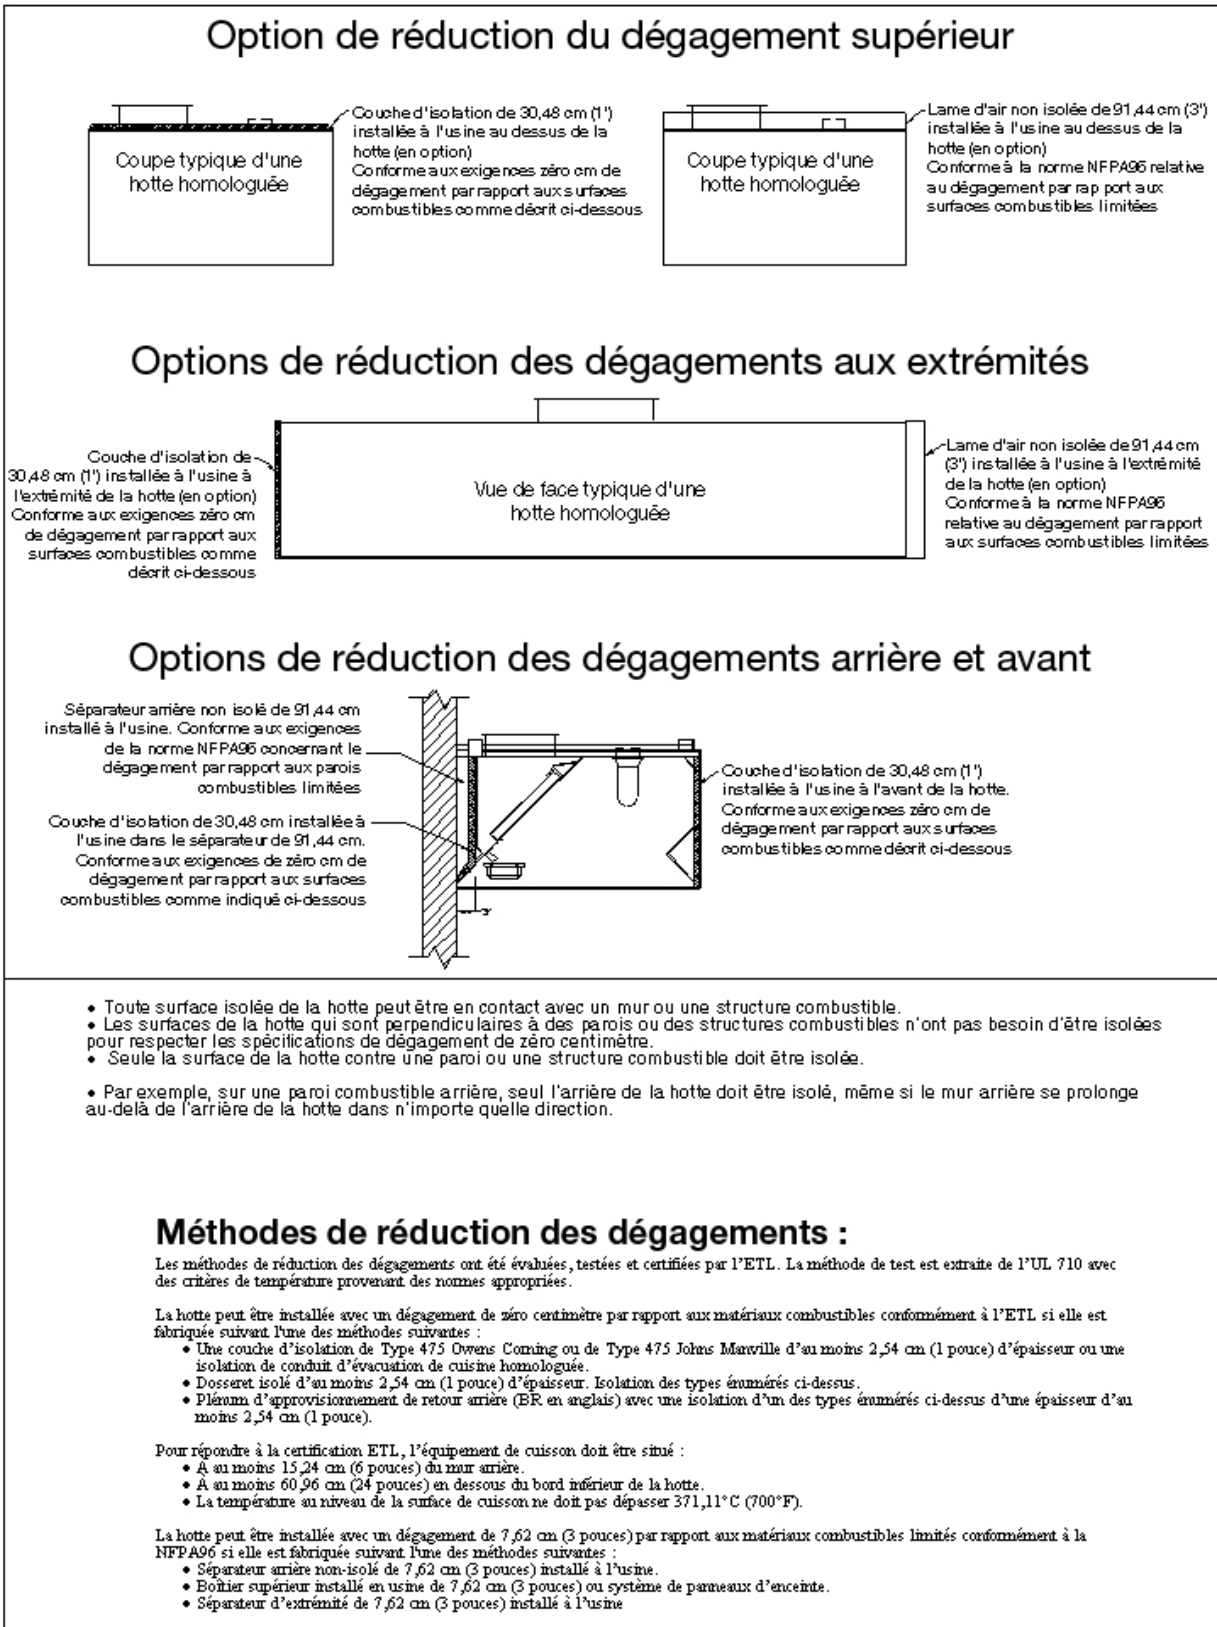

Figure 1
6. Déterminer si l'espace disponible est approprié pour installer la hotte et le système de gaines à bonne distance des matériaux combustibles. L'IMC, la NFPA96 et les autorités locales compétentes prescrivent un dégagement minimal (généralement de 45,72 cm (18 pouces)) entre la/les hotte(s) de cuisine, les conduits d'évacuation et les matériaux de constructions inflammables. Cependant, l'IMC et la NFPA96 décrivent des méthodes de réduction des dégagements acceptables ; **la plupart des autorités acceptent les méthodes de réduction des dégagements approuvées dans la liste ETL du fabricant. Voir la figure 1.** Il est important de vérifier auprès de l'autorité locale compétente afin de déterminer si la méthode d'installation répond de manière satisfaisante à leurs exigences avant de procéder à l'installation de l'équipement.